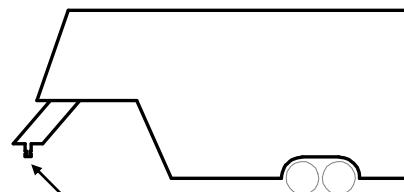

Figura 2
2. Los vehículos de base corta (menos de 8 pies) requieren despeje adicional para giros para evitar que la cabina del vehículo o el remolque se dañen durante giros normales. La mejor manera de lograr esto es mediante el uso de una caja conectora de extensión del remolque (ver Figura 2). Cequent Performance Products, Inc. recomienda el uso de una caja conectora de extensión de un mínimo de 13 pulgadas para poder hacer maniobras normales de giro de manera cómoda con un vehículo de base corta. Póngase en contacto con el fabricante de su remolque o Cequent Performance Products, Inc. para las opciones de cajas conectadoras de extensión.